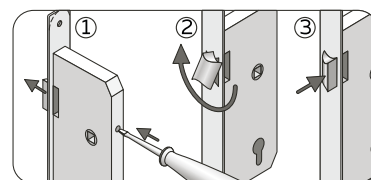

Рис. 2
- Перед установкой корпуса проверьте направление скоса защёлки. Скос защёлки должен быть обращён в сторону закрывания двери. При необходимости переставьте защёлку в нужную сторону (рис. 2).